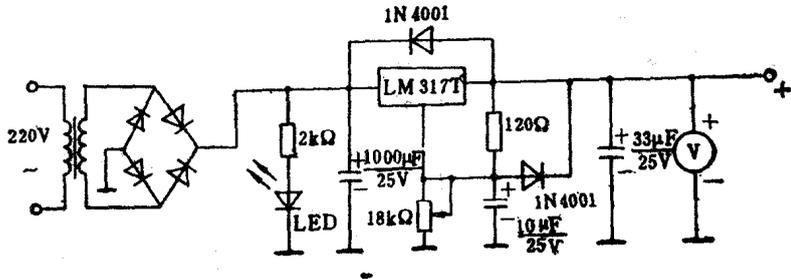

图2-1 小型可调直流稳压电源的电路原理图
(1) 熟悉一般直流稳压电源的结构和工作原理(见图2-1)。